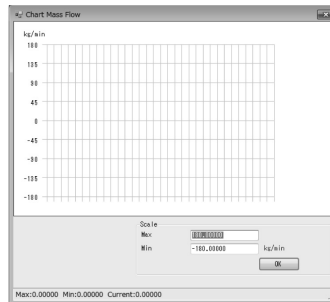

図23
- ③ ツールバーの「Mass Flow」ボタン、またはメニューの「Chart and Recording」 - 「Chart」 - 「Mass Flow」をクリックすると図23のウィンドウが表示され、Mass Flow (質量流量) のチャート表示を行います。縦軸のスケールを変更する場合は、「Scale」にて「Max」、「Min」を設定し「OK」ボタンをクリックしてください。